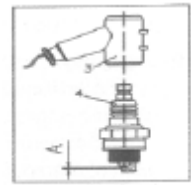

Fig 12
2. Entretien de la bougie (Réf. Fig. 12)